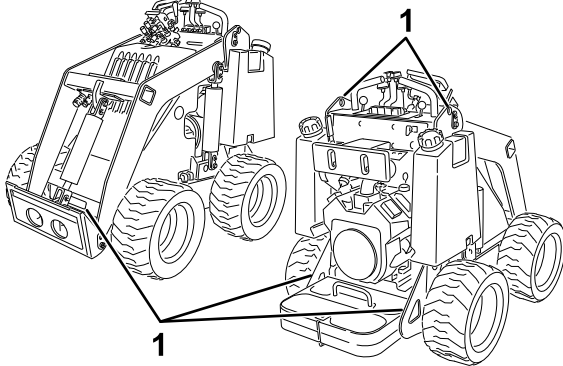

Bild 8
8. Befestigen Sie die Maschine mit den Metallbefestigungsschleifen und Riemen, Ketten, Kabel oder Seilen am Anhänger oder Pritschenwagen (Bild 8). Halten Sie die örtlichen Vorschriften für die Vergurtung ein.